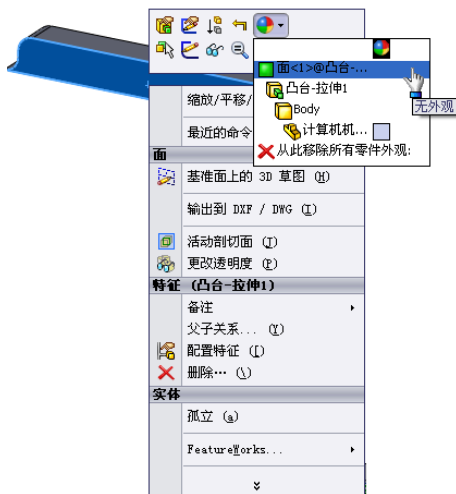

图 1-40 设置颜色快捷菜单
(1) 选择修改面。右键单击图 1-40 所示中的面 1，此时系统弹出快捷菜单。
(2) 执行命令。在快捷菜单中单击“外观”选项，选取图 1-40 所示的“面<1>@凸台”，系统弹出“颜色”属性管理器。